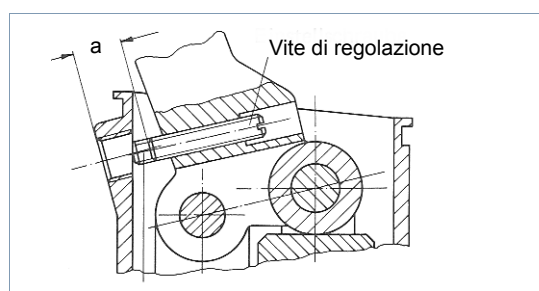

Fig. 7 Quota "a" per la registrazione della vite di regolazione
- Registrare la vite di regolazione dell'interruttore di pressione fino ad ottenere la quota di $12 + 0.5$ mm (vedere la fig. 7).